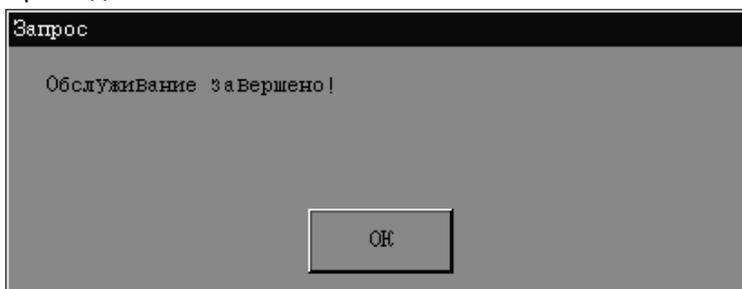

Рис. 10-22 Диалоговое окно
4. По завершении обслуживания появится диалоговое окно (Рис. 10-22). **НАЖМИТЕ «Да»**, чтобы закрыть диалоговое окно.